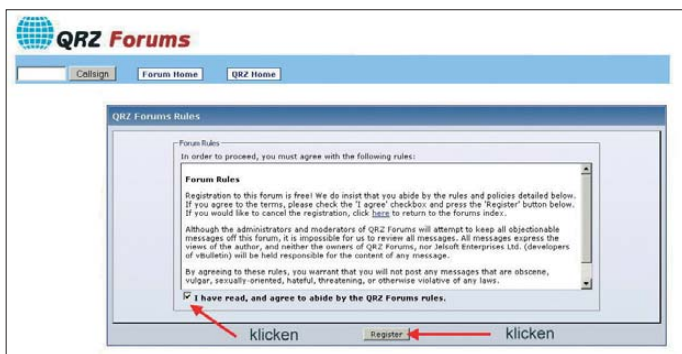

Bild 2:
2. Geben Sie Ihr Rufzeichen ein und klicken Sie dann auf *Continue* (Bild 2).